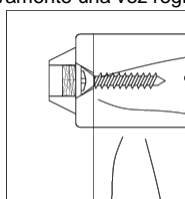

Figura 1
- 2) **PARA MONTAR LAS PLACAS DE MUEBLE:** Coloque el mueble cerca de la pared en su posición final. Utilice cinta adhesiva o lápiz para transferir la ubicación de las vigas en la pared al mueble. Mueva el mueble nuevamente para poder acceder la parte trasera y utilizar las marcas para ubicar un lugar adecuado para colocar las placas del lado del mueble. Asegurese que la placa está ubicada en una parte firme y del mueble y tan alto como sea posible. Recuerde: La placa del mueble debe colocarse cerca de una viga en la pared. Utilice un lápiz, y la placa de montaje como guía, coloque "marcas de tornillos" en el mueble a través de los agujeros en la placa de montaje. Utilice una mecha de taladro de 3/32" para perforar agujeros piloto en las "marcas de tornillos". Utilice DOS tornillos cortos para asegurar la placa en el mueble. Estaplaca puede colocarse en posición vertical u horizontal como se a necesario. (Vea Figura 1).